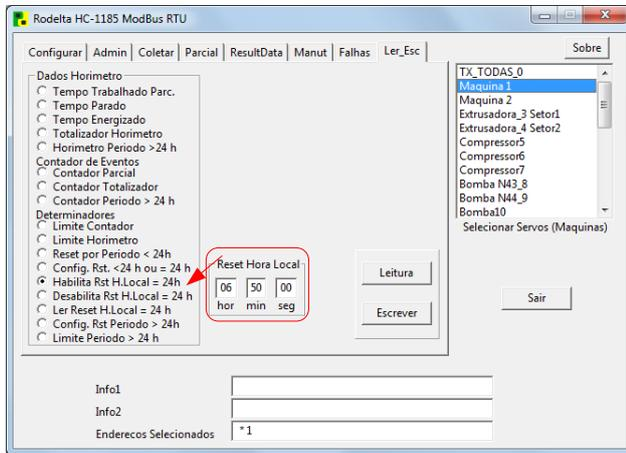

Figura 3
Passo 4: Selecionar o período para Reset para habilitar novamente a bomba e reinicializar o tempo. Nesse exemplo Reset ocorrerá as 06:50:00 (a cada 24 h). Selecionar o botão “Habilita Rst. H. Local” figura 3.